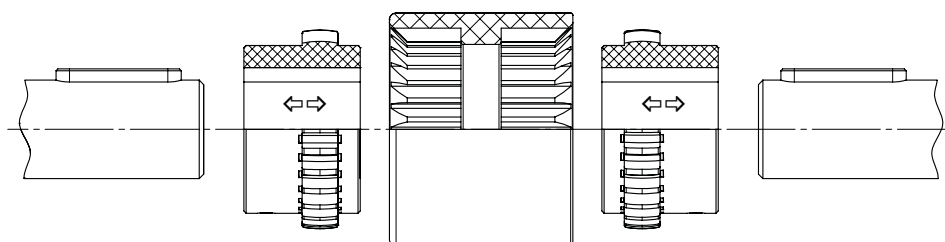

Figura 4-6 - Giunto SITEX® Nylex esecuzione C - montaggio
- Avvicinare motore e utilizzatore fino all'ottenimento della quota E (vedi FIGURA 4-6 e TABELLA 4.3)